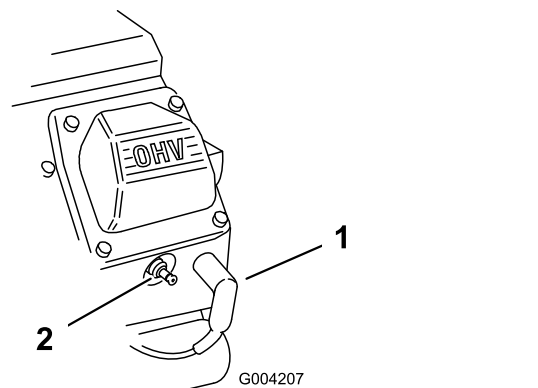

Figura 47
- Staccate il cappello dalle candele (Figura 47).
3. Collegate i cappellotti alle candele (Figura 47).